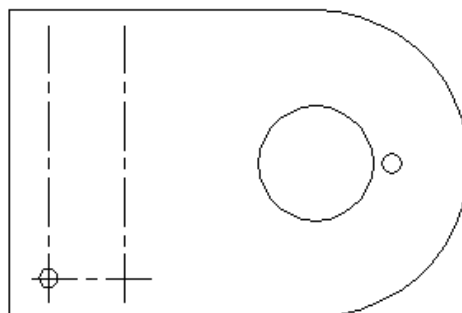

Рис. 6.7. Промежуточный чертёж монтажной платы
1. Загрузите файл ab10-a.dwg (см. рис. 6.7).
3. Щелкните на пиктограмме **Array** (массив). На запрос о выборе объектов укажите горизонтальную осевую линию 1 (рис. 6.7), нажмите ϵ ;
Select object: (Выберите объекты:) выделите окружность 2, рис. 6.7, нажмите ↵;
Укажите Центр окружности 2, рис. 6.7;